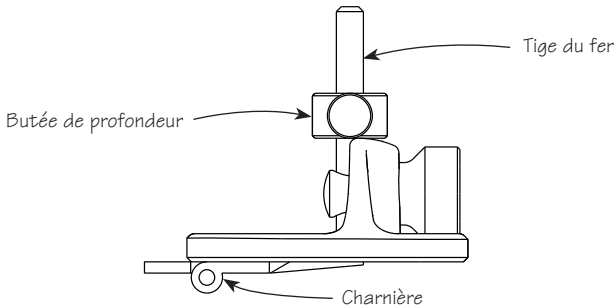

Figure 2 : Réglage de la butée de profondeur
**Conseil :** Pour faire la pose de pièces de quincaillerie, il est préférable de régler la profondeur du fer en utilisant directement la pièce comme gabarit plutôt que des mesures. Voir la **figure 2**.